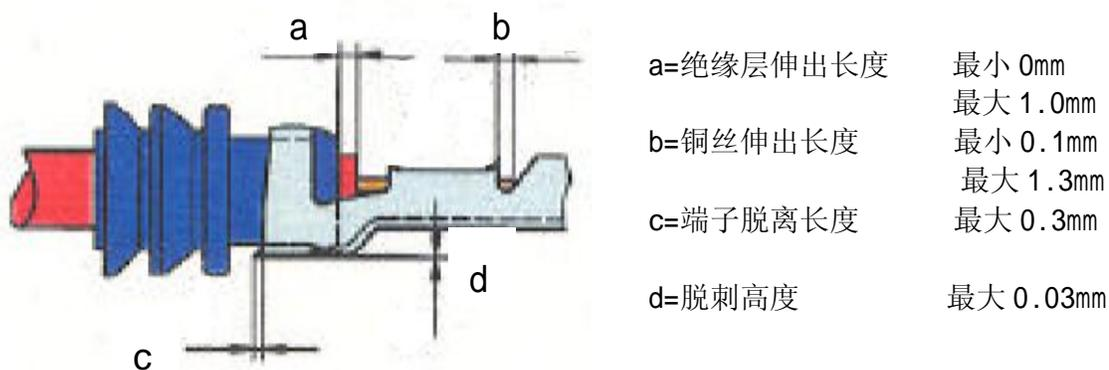

图 6 大端子标准置线尺寸
1.3.2 置线：在完成了标准剥线之后，要使用专用压线钳进行压线，放置导线的标准见图 6 所示：